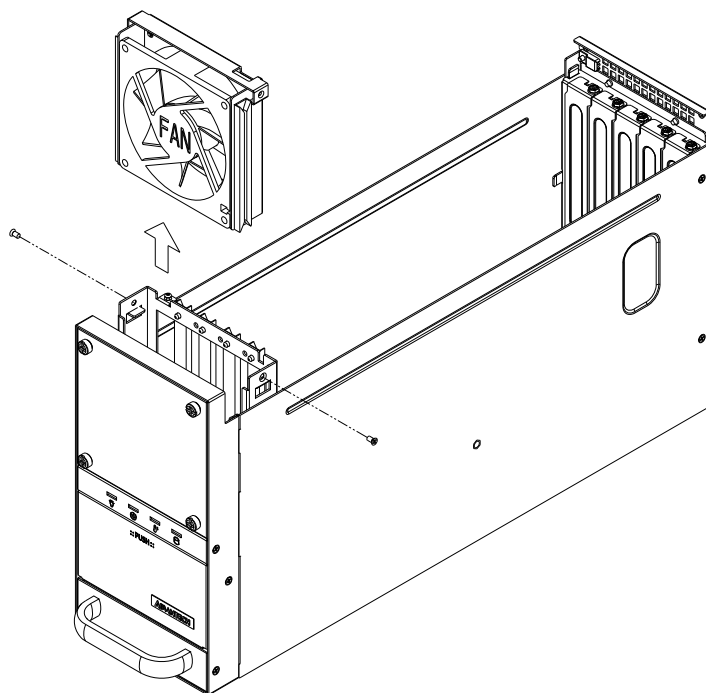

Figure 3.3 Replacing the cooling fan/ 更换冷却风扇 / 更換冷卻風扇
3. Loose two screws on top of the fan unit and then gently pull it out (Figure 3.3).
3. 卸下风扇上部的 2 个大头螺丝，然后将其取出，如图 3.3 所示。